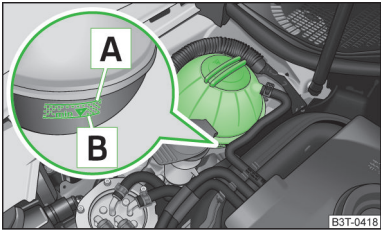

Fig. 165
Para rellenar, utilizar solamente aquel líquido refrigerante cuya designación se encuentre en el depósito de compensación del líquido refrigerante » fig. 165 de la página 225.
- No rellenar el depósito de líquido refrigerante por encima de la marca **A** » fig. 165 de la página 225.
- Comprobar el nivel de líquido refrigerante en el depósito de compensación del mismo. » fig. 165.